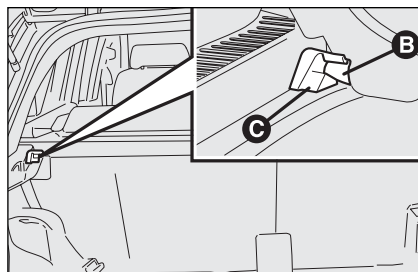

fig. 102
- ☐ suelte los pernos **B-fig. 102** de los alojamientos **C** de la repisa y retírela.